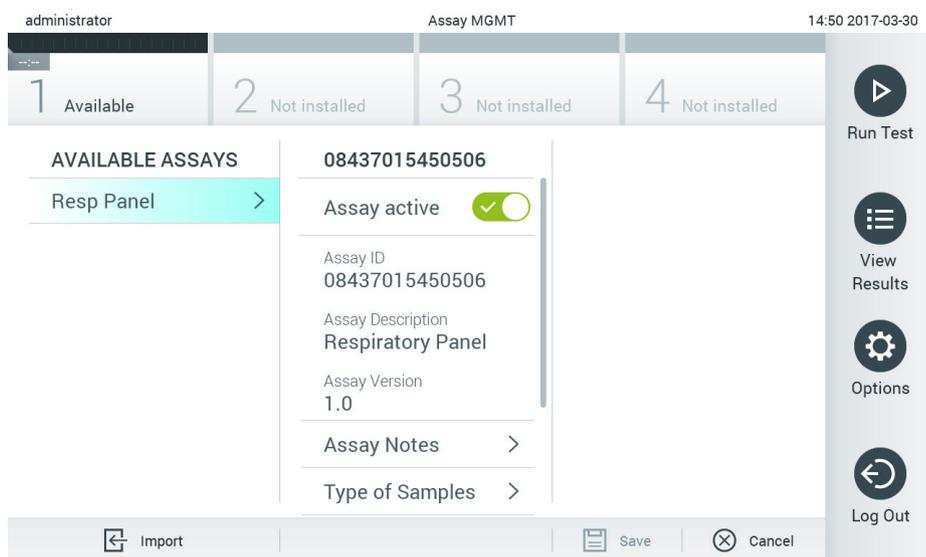

Figure 66. Gestion des dosages disponibles.
1. Appuyez sur le bouton Options (Options), puis sur le bouton Assay Management (Gestion du dosage) pour accéder à l'écran Assay Management (Gestion du dosage). Les dosages disponibles sont répertoriés dans la première colonne de la zone de contenu (figure 66).